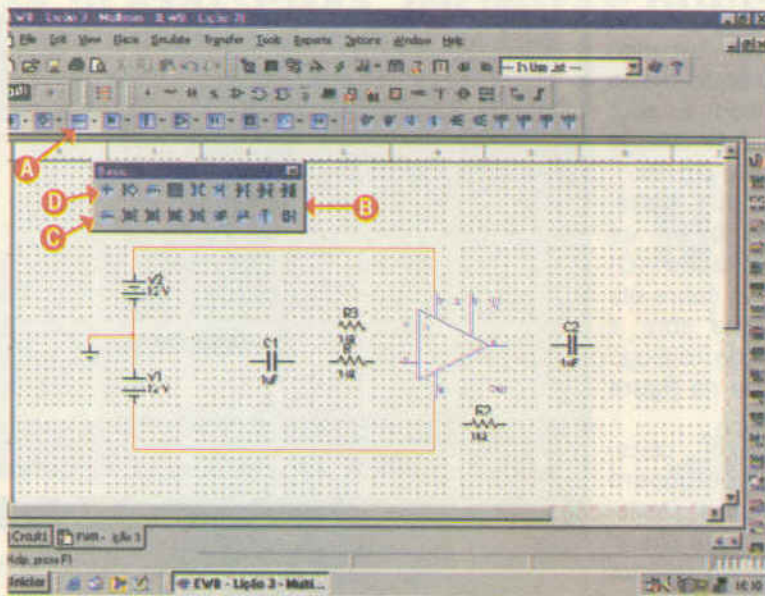

Figura 6 - Componentes passivos ou básicos.
Na fase seguinte da montagem de nosso amplificador colocaremos os resistores do circuito. Para isso iremos até a caixa (A) de componentes passivos ou básicos e clicaremos nela de modo que possamos ter acesso a resistores e diversos outros componentes, conforme mostra a figura 6.